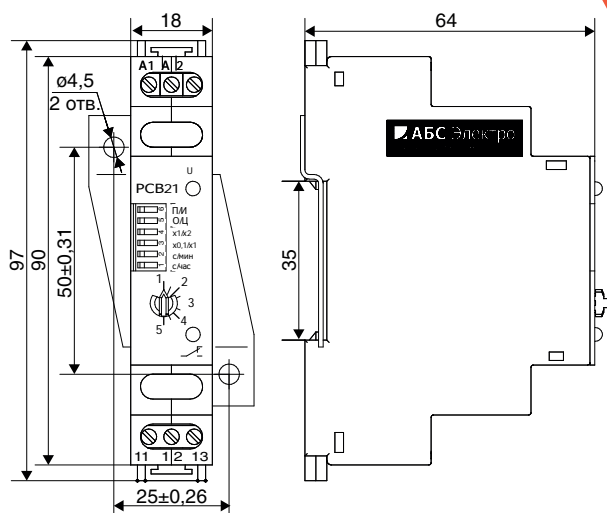

Рисунок 2. Реле с креплением винтами на панель с помощью скобы (ГЛЦИ.745423.037 Скоба)
- винтами, на панель с помощью скобы (рисунок 2);